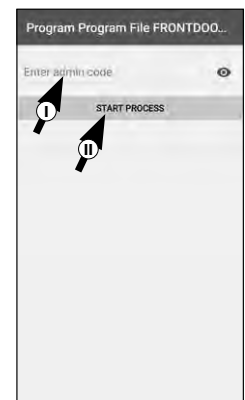

Abb. 70
- ⑫ Anschließend geben Sie den Administrator Code des zu programmierenden Schlosses ein (I) (Abb. 94) und bestätigen die Eingabe indem Sie auf den Button START PROCESS tippen (II) (Abb. 70).